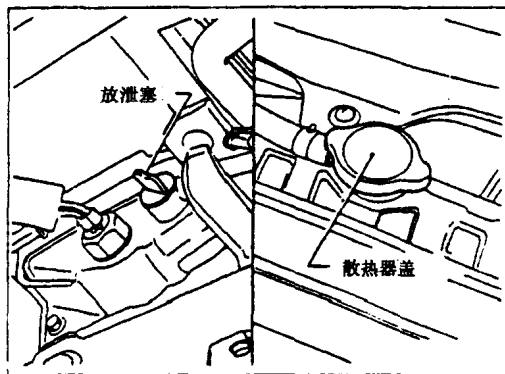

图 1-8
(2) 打开散热器底部的放泄塞，然后拆卸散热器盖，见图 1-8。
(3) 拆卸汽缸体放泄塞。